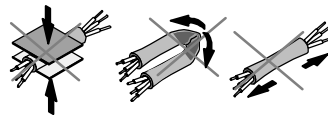

Fig. 8
- разъем функционального заземления (глухое отверстие в алюминиевом корпусе → рис. 8)
- без растяжений (→ Fig. 8).